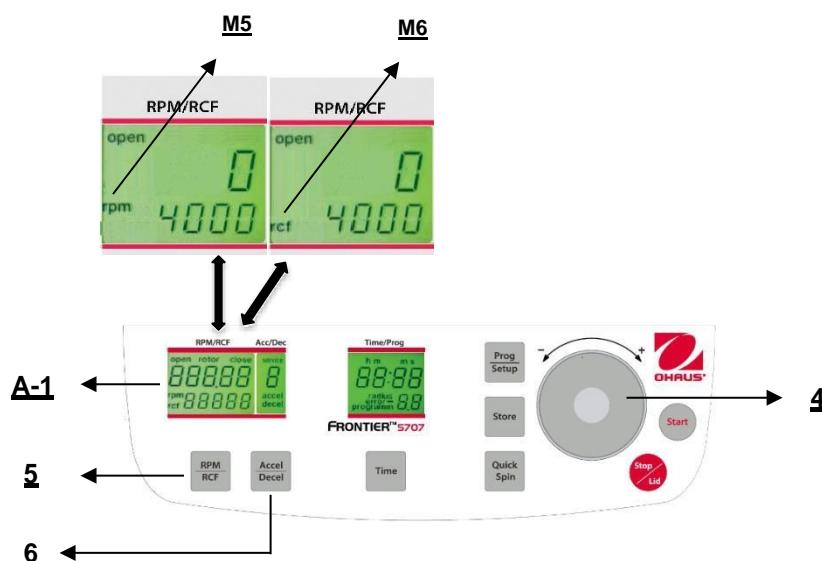

Figura. 16
Esta preselección se activa con el botón "**RPM/RCF**" (5) (consulte la Figura 16 enseguida). Al presionar el botón una vez, destella la palabra "**rpm**" (M5). Al presionar el botón dos veces, se puede seleccionar la preselección de las fuerzas centrífugas. Entonces aparece la palabra "**rcf**" (M6). Puede configurar los valores deseados con el dial de ajuste (4). En la pantalla (A-1) aparece permanentemente el valor regulado, antes, durante y después de la operación.